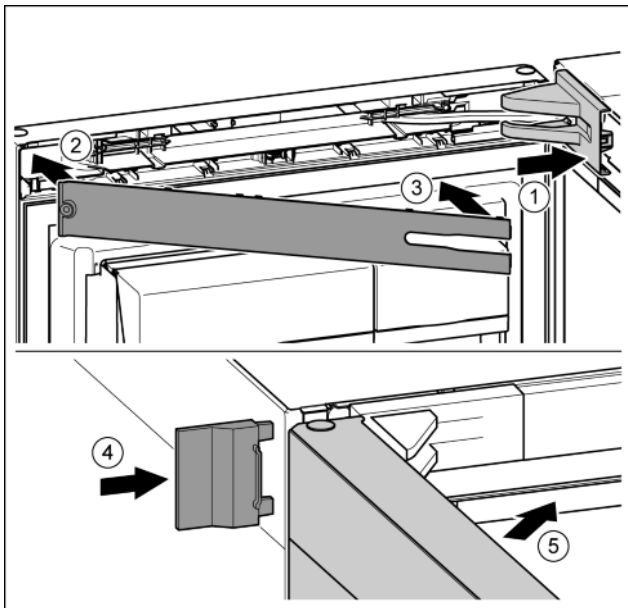

Fig. 24
- ▶ Așezați capacul suportului de lagăr și fixați în poziție, după caz, despărțiți cu precauție prin apăsare. *Fig. 24 (1)*
- ▶ Aplicați masca. *Fig. 24 (2)*
- ▶ Rabatați în interior masca și fixați-o în poziție. *Fig. 24 (3)*
- ▶ Montați capacul exterior. *Fig. 24 (4)*
- ▶ Închideți ușa superioară. *Fig. 24 (5)*